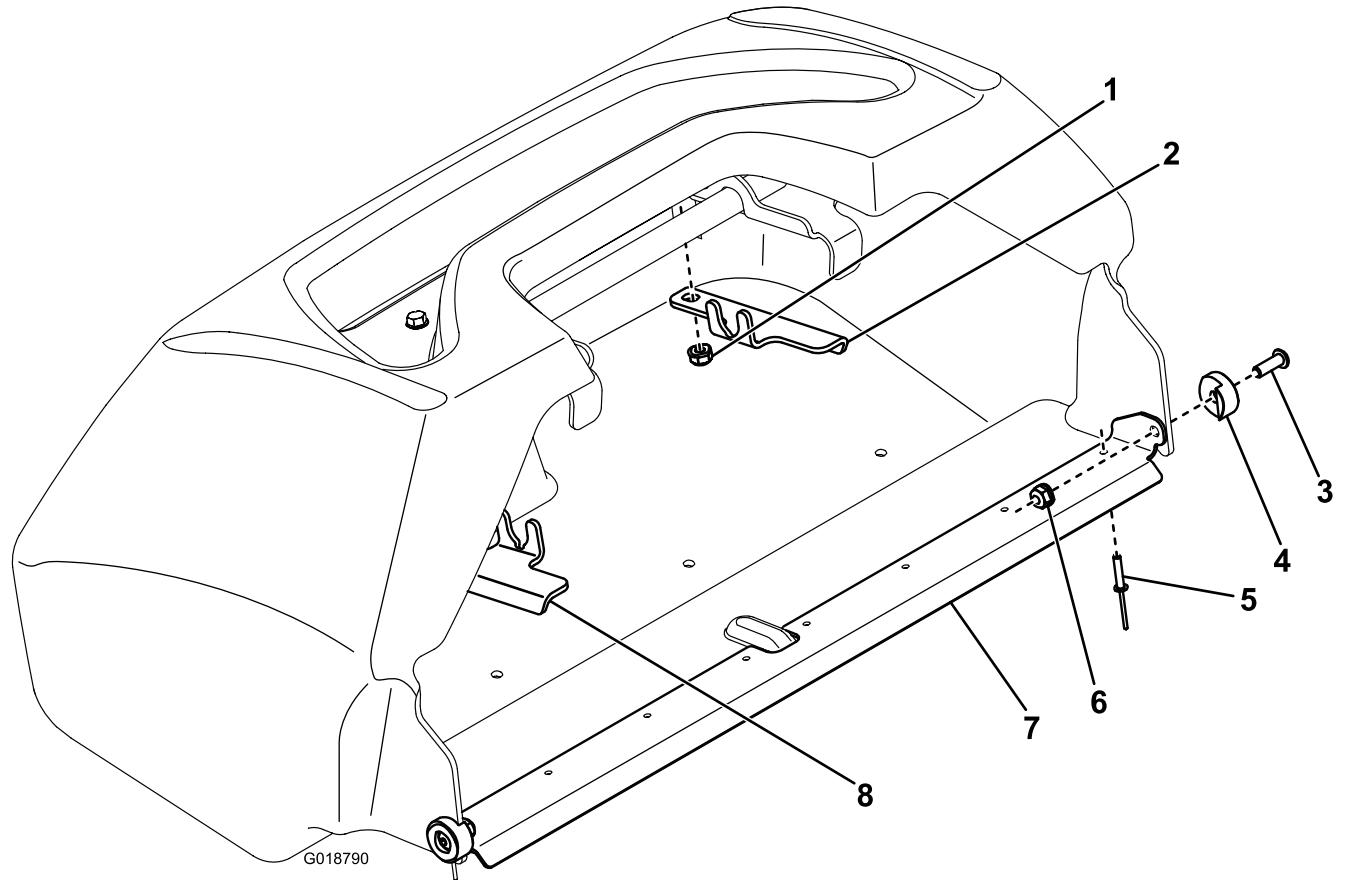

Bild 2
1. Klemmen Sie den neuen Fangkorbstreifen an die Vorderseite der Fangkorbauskleidung; fluchten Sie den Streifen mit der hervorstehenden Stoßleiste am Fangkorb aus (Bild 2).
2. Verwenden Sie den Fangkorbstreifen als Schablone und bohren Sie acht 4 mm (5/32") große Löcher für die Blindnieten (Bild 2).
3. Befestigen Sie den Fangkorbstreifen mit den acht Blindnieten am Fangkorb (Bild 2).
4. Verwenden Sie die Seiten des Fangkorbstreifens als Schablone und bohren Sie zwei 6,75 mm (17/64") große Löcher (Bild 2).
5. Befestigen Sie die Fangkorbstoßleisten mit zwei Schrauben und Bundmuttern am Fangkorbstreifen (Bild 2).
6. Entfernen Sie die zwei Bundmuttern, mit denen die Halterungsstange am Fangkorb befestigt ist (Bild 2).
7. Schieben Sie die Fangkorbhalterungen auf die Schrauben, befestigen Sie die Halterungsstange und setzen die vorher entfernten Bundmuttern ein (Bild 2).